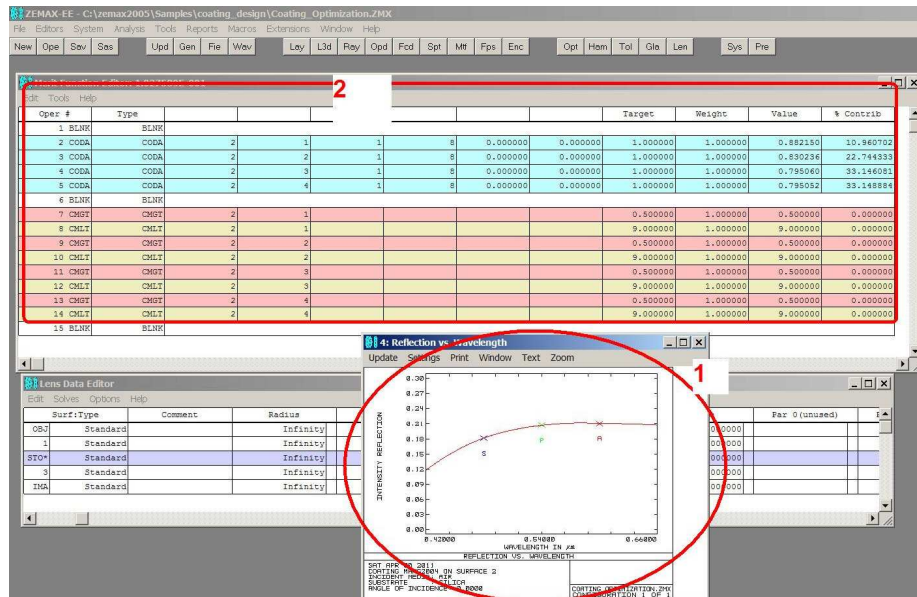

图 5
- 如图 5：1) 绘制反射率-波长曲线：可以看出剩余反射~20%，没有达到要求，膜系需要优化。2) 编辑评价函数及边界条件：用操作数 CODA 定义评价函数--0° 视场处波长#1#2#3#4 透过率目标值为 100%，用操作数 CMGT, CMLT 定义膜层厚度的边界条件>10nm, <180nm, 权重均为 1。